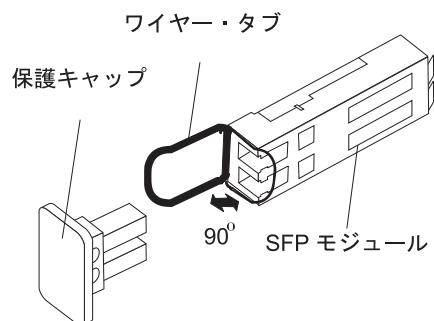

図 30. SFP モジュール・ラッチのアンロック - ワイヤー・タブの場合
- ワイヤー・タブが入っている SFP モジュールの場合は、57 ページの図 30 に示すように、ワイヤー・ラッチを外側に 90° 引いて SFP モジュールのラッチをアンロックします。